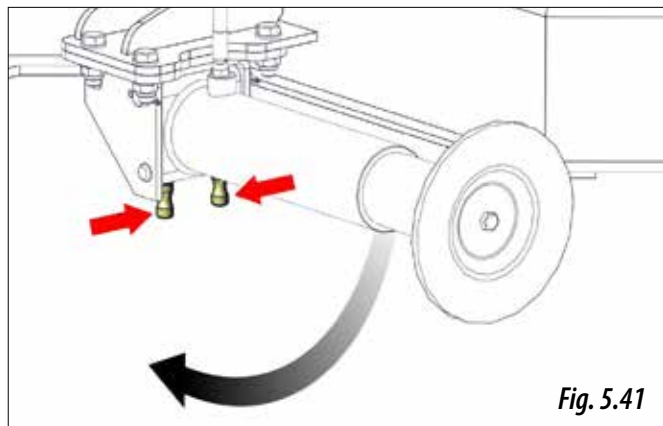

Fig. 5.41
- 1- Retenir le pied d'appui et actionner les pièces de sécurité pour déverrouiller sa position (figure 5.41).